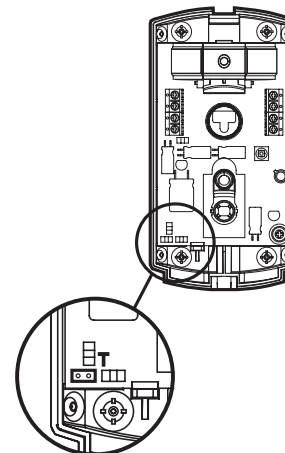

Рис. 5
2. Снять перемычку "Т" (рис. 5) и включить питание извещателя.